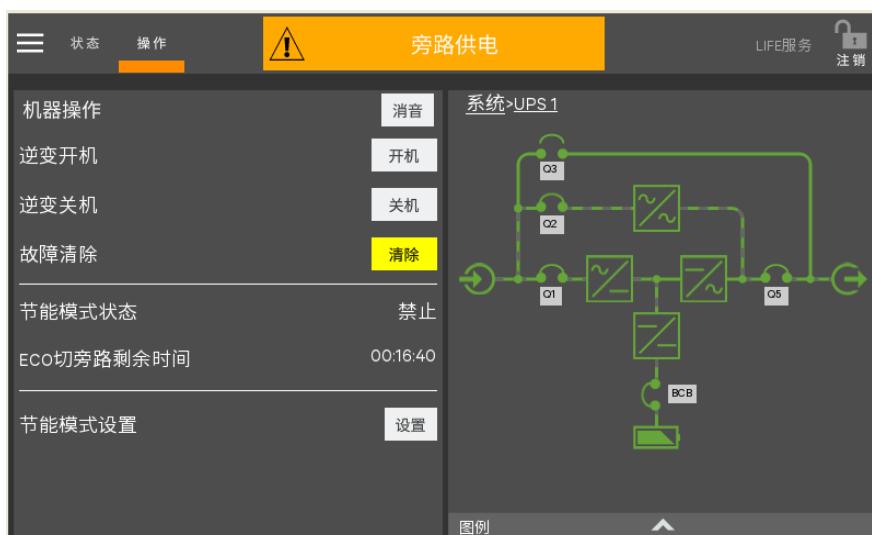

图5-3 点击逆变开机按钮
4. 待整流器完成启动，旁路开始供电以后（功率流图如图 5-3 所示），点击开机按钮（此处可参考 4.3.3 节）。